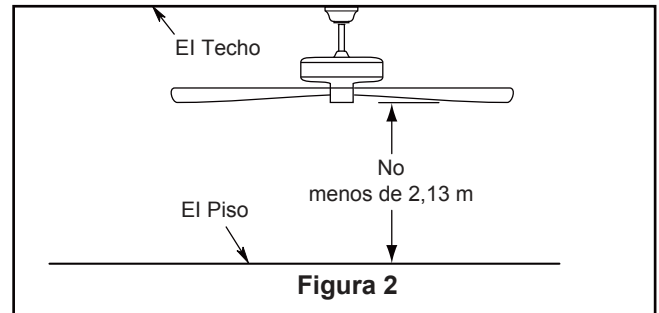

Figura 2
2. Alternando posiciones, extraiga los tres tornillos del acoplamiento del motor y guarde los tornillos para el Paso 4. (Figura 2)
Debe colgar el ventilador a una distancia mínima de 2,13 m desde las aspas hasta el piso. (Figura 2)